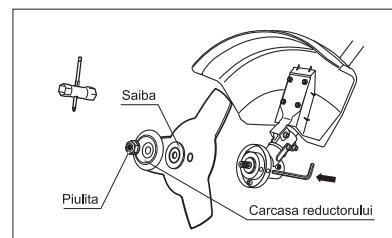

fig. 7
1. Aliniați orificiul șaibei pentru flanșă cu orificiul din carcasa reductorului (fig. 7). Introduceți un știft metalic de blocare în orificiul carcasei reductorului și în orificiul șaibei pentru flanșă.
6. Ținând știftul de blocare cu mâna strâneță bine piulița cu ajutorul cheii tubulare (este inclusă în setul de livrare), rotind-o în sens contrar acelor de ceasornic (fig. 7).